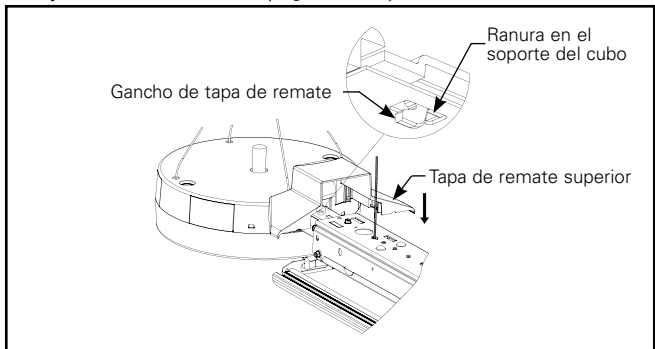

Figura 12.1.
- A. Ubique el gancho de la tapa de remate superior en la ranura del soporte del cubo entre la unidad del luminario y la unidad del cubo (Figura 12.1)